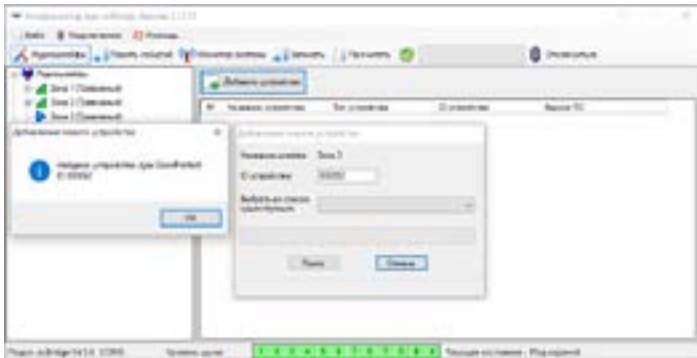

РИС. 4. Регистрация датчиков через программу-конфигуратор
Затем следует указать желаемую зону (подробнее о зонах см. п. 6.4. и 6.6. данной инструкции) курсором, правым кликом мыши выбрать в контекстном меню пункт «Добавить устройство» либо же нажать клавишу «Добавить устройство» на панели управления. После этого в появившемся окне запроса надо ввести идентификатор (ID) датчика, который указан на его корпусе, и нажать на клавишу «Поиск» (РИС. 4). Когда индикатор поиска начнет двигаться, необходимо включить датчик. Запрос на регистрацию передается только в момент включения датчика! Если регистрация не прошла – выключите датчик на 5 секунд и включите датчик снова. Если светодиод включенного датчика мигает раз в секунду в течение минуты, значит датчик не зарегистрирован! Таким же образом светодиод мигает, если датчик удален из списка зарегистрированных!
4.4. После успешной регистрации датчиков в охранной системе нажмите кнопку «Записать» (РИС. 4), чтобы сохранить информацию о конфи-
гурации датчиков в памяти приемника osBridge. При повторном подключении приемника к ПК нажмите кнопку «Прочитать» (РИС. 4), чтобы загрузить в конфигуратор ранее сохраненную в osBridge конфигурацию датчиков.